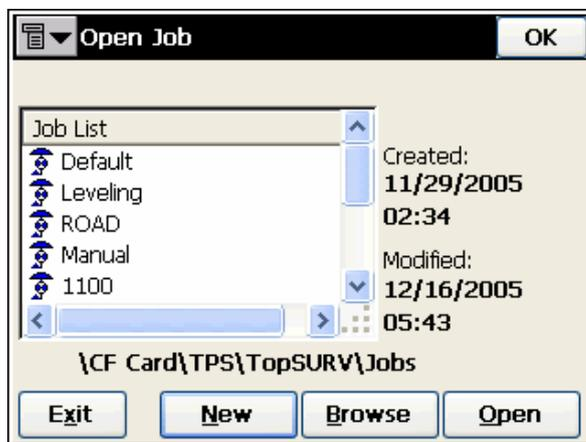

Рисунок 3-2. Экранная форма **Open Job (Открыть проект)**
- Выберите проект, который необходимо открыть (см. рис. 3-2). Изначально предлагается открыть проект, выбранный по умолчанию (*default*). Щелкните на кнопке *Open (Открыть)*.